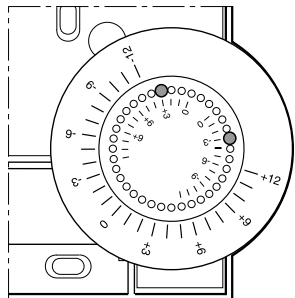

Figura 6: Limitazione del campo di regolazione
- Spostare le due piccole spine nei fori della rotella di regolazione per limitare il campo di regolazione (vedere Figura 6.). Orientarsi per tale operazione con la scala interna: Nella Figura 6, le spine sono impostate in modo tale che la rotella di regolazione si possa spostare solo di  $\pm 3$  °C dal punto zero.